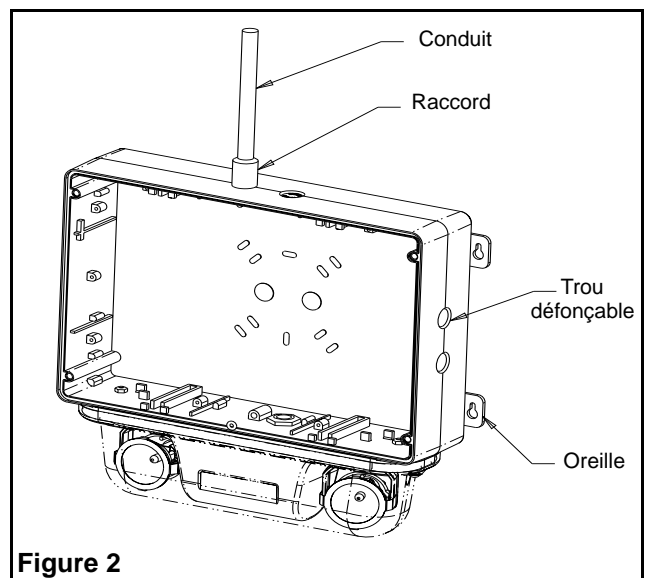

Figure 2
### Montage mural (figure 2):
- Installer l'unité au mur en utilisant 4 vis (non fournies). Utiliser les oreilles situées sur les côtés (voir Fig 2).